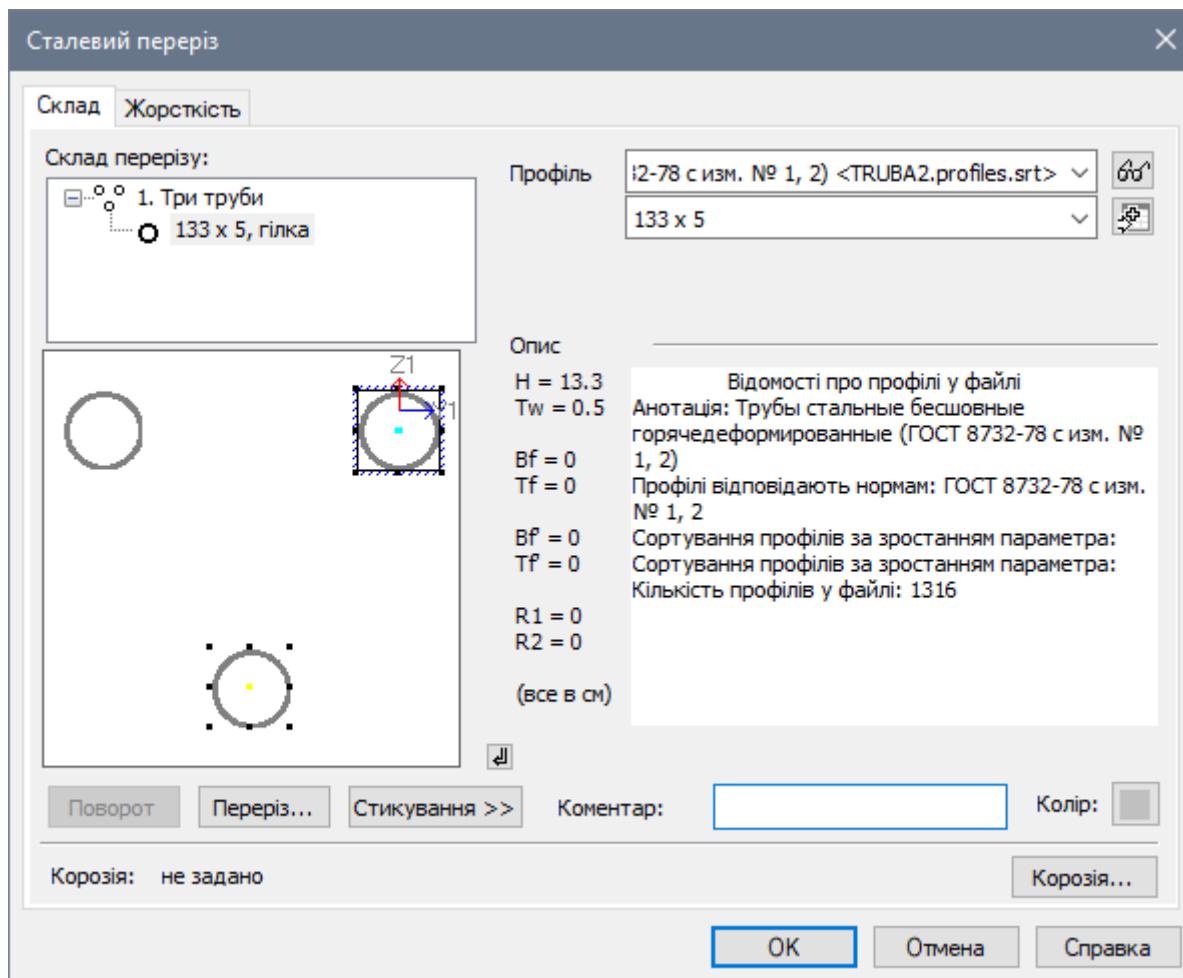

Рис. 8.10. Діалогове вікно Сталевий переріз
- В діалоговому вікні **Сталевий переріз** виділіть курсором рядок **гілка** і задайте параметри перерізу гілки (рис. 8.10):